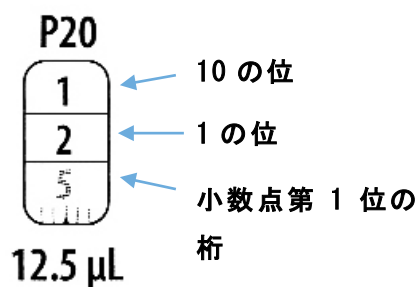

図2 マイクロピペットの容量
- 1) 目盛り調節ダイヤルを回して測り取る容量にセットする(図2参照)。ダイヤルはゆっくり回す必要はないので手早く設定容量にセットする。